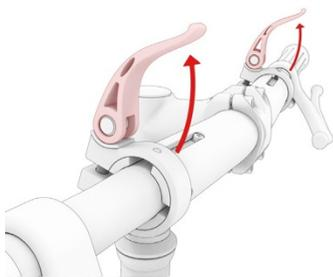

Fig. 2.10
- 8 Ouvrez les deux attaches rapides sur le tube principal du guidon (Fig. 2.10).